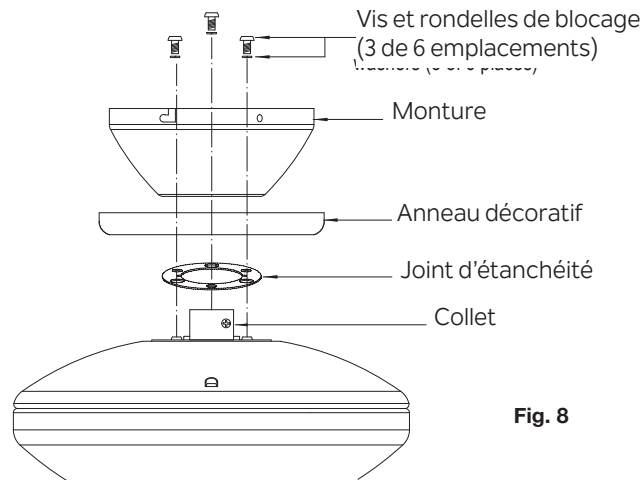

Fig. 8
**Étape 3.** Retirez trois des six vis et rondelles de blocage (en retirer une sur deux) du collet situé en haut du moteur (Fig. 8)
**Étape 4.** Placez la monture au plafond avec l'anneau décoratif et le joint d'étanchéité par-dessus le collet situé en haut du moteur. Alignez les trous de montage sur ceux du moteur et fixez au moyen des trois vis et rondelles de blocage fournies. (Fig. 8)